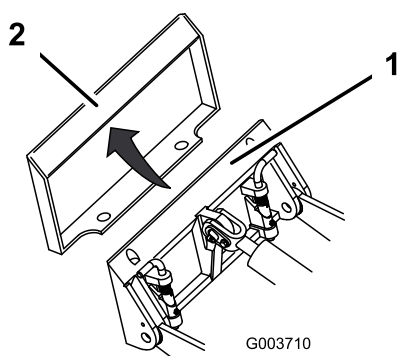

Figura 20
4. Posizionate la piastra di appoggio sul bordo superiore della piastra ricevente dell'accessorio (Figura 20).